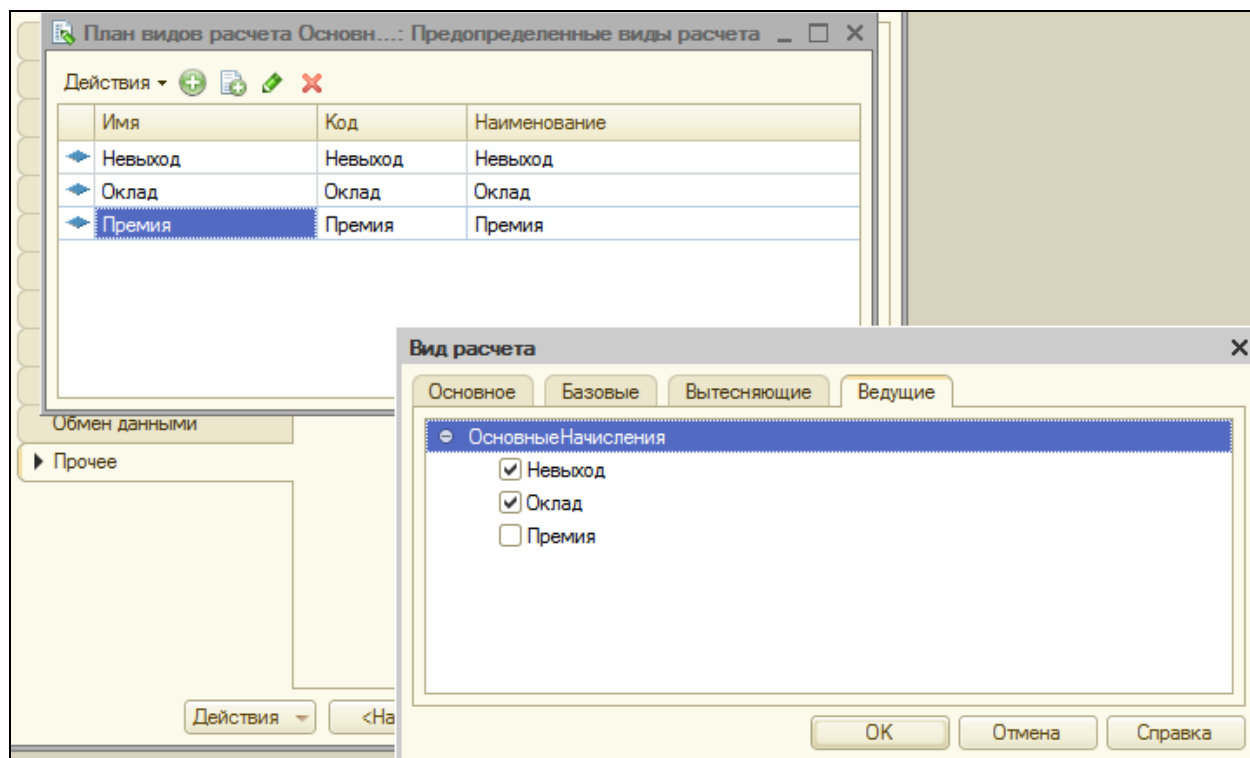

Рисунок 8.2 Предопределенные виды расчета для плана видов расчета
- **Премия** – с именем, наименованием и кодом Премия, с базовым видом расчета Оклад, ведущие виды расчета Невыход и Оклад (рис.8.2).